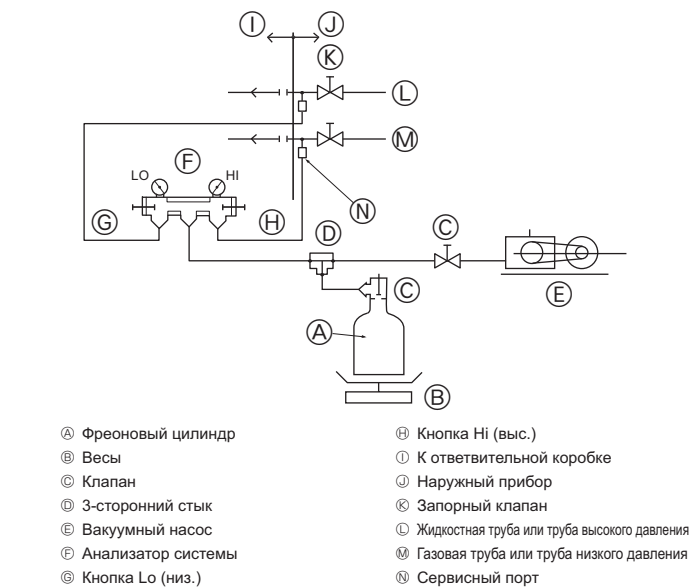

Fig. 5-12
② Создание вакуума (Fig. 5-12)